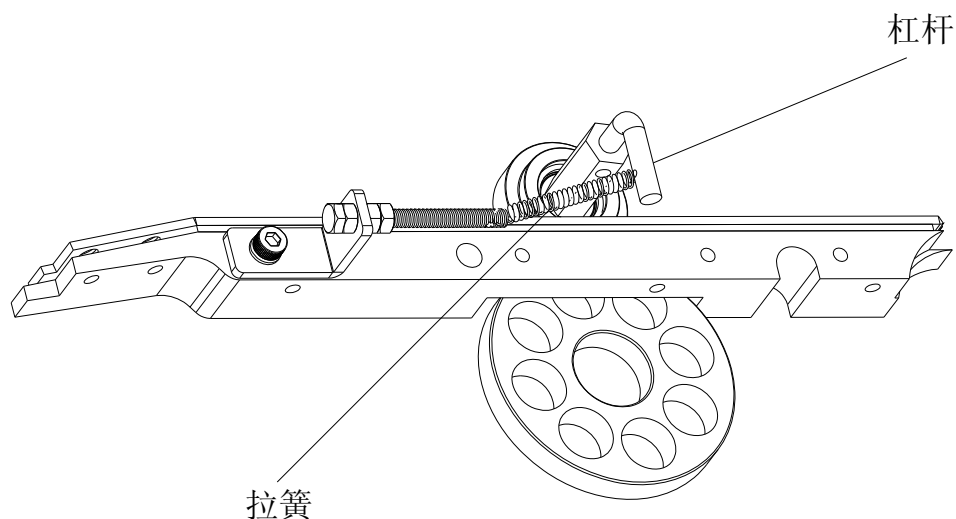

图 5-3
- a. 杠杆拉簧力量太大或太小：可适当调整滚轮压力（见图 5-3）